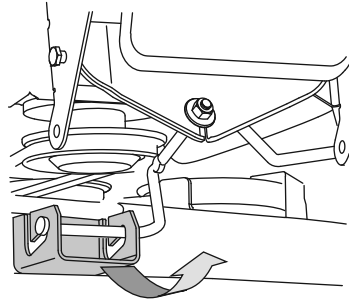

Figure 31
8. Pour les plateaux de coupe de 38 po, faites glisser le plateau de coupe vers l'avant du tracteur tout en dégageant le support avant des crochets. Voir Figure 31.